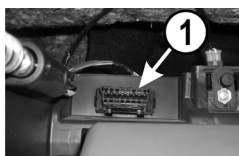
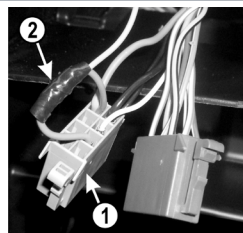
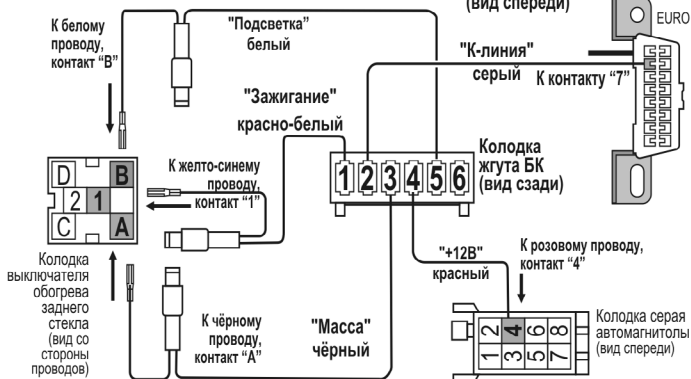

Рис.4 Диагностическая колодка
Рис.2 Колодка автомагнитолы
Рис.3 Схема подключения БК «ШТАТ Р Х1-Р»
4.4 Отсоедините колодку выключателя обогрева заднего стекла и произведите подключения согласно схеме подключения, **рис.3**:
4.5 Соедините красный провод (+12В) из жгута БК с розовым проводом, подходящим к 4-му контакту серой колодки автомагнитолы (поз.1, **рис.2**).
4.6 Протяните серый провод К-линии из жгута до диагностической колодки (поз.1, **рис.4**), (находится внутри вещевого ящика слева (поз.3, **рис.2**)) и подключите его к диагностической колодке согласно схеме подключения (см. **рис.3**).
4.9 Подключите 6-контактную колодку жгута БК к бортовому компьютеру и установите его (см. **Рис.4**).